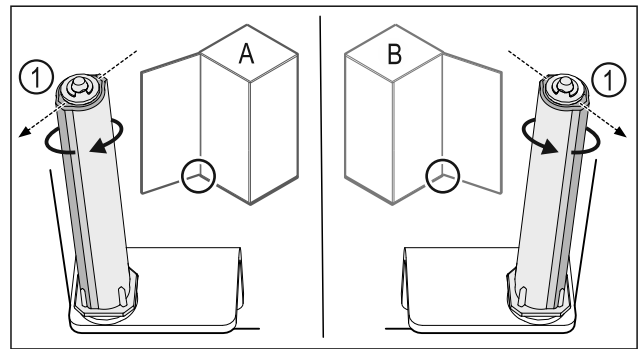

Fig. 45 Отваряне наляво (A) / отваряне надясно (B)
- Въртете затварящата система срещу съпротивлението, докато ребро на затварящата система Fig. 45 (1) сочи навън.